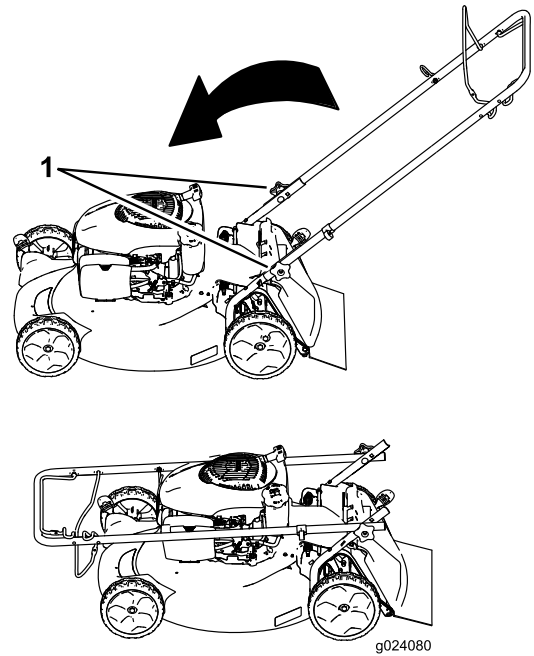

Figura 30
1. Afloje los pomos del manillar hasta que pueda mover el manillar libremente (Figura 30).
1. Pomo del manillar (2)
2. Mueva del manillar hacia adelante según se indica en Figura 30.